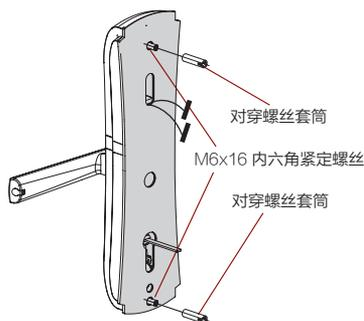

图 6
- 5-1** 按图 6 所示，将对穿螺丝套筒固定在前面板组件（室外）的内六角紧定螺丝上，并将一字螺丝刀卡在对穿螺丝套筒的槽内将其拧紧。